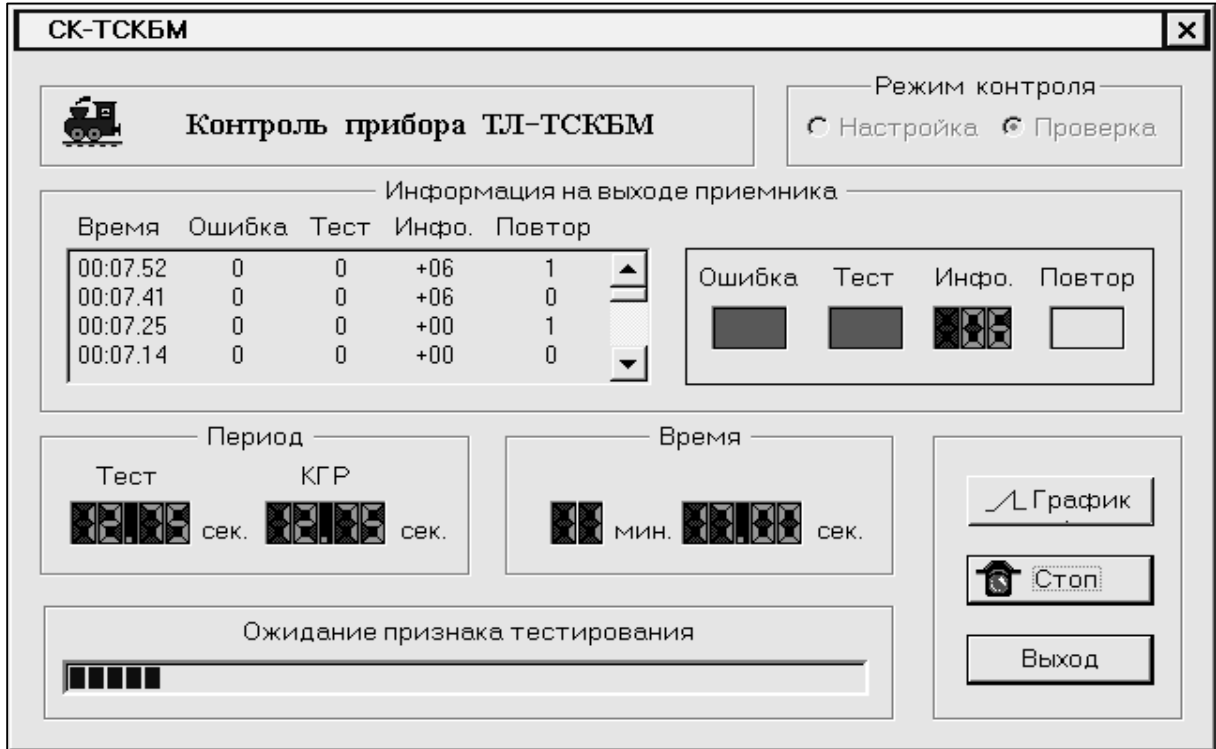

Рисунок 2.32 - Панель контроля прибора ТЛ-ТСКБМ
- 3) В меню **Испытания** откройте пункт **\ Испытания \ ТЛ-ТСКБМ \ Проверка**. Должен загореться индикатор 29 «ТЛ» на блоке ТИ-ТСКБМ и появится панель контроля прибора ТЛ-ТСКБМ, показанная на рис. 2.32. На кнопке **Старт** должен гореть зеленый указатель, оповещающий о готовности программы к запуску.
**Внимание** - После перехода в режим «Н» на ТЛ-ТСКБМ необходимо в соответствии с указанием программы перейти в режим просмотра **График** путем нажатия кнопки **График** на панели контроля ТЛ-ТСКБМ, рисунок 2.32.